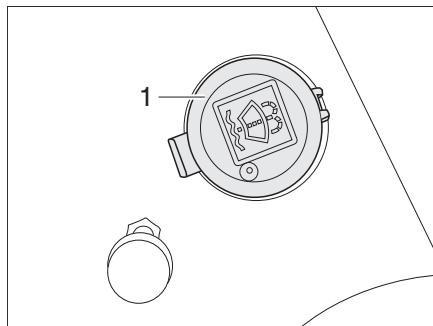

Fig. 31 Bec de remplissage réservoir pour liquide d'essuie-glace
- Enlever le couvercle (Fig. 31,1) du bec de remplissage du réservoir d'eau d'essuie-glace.